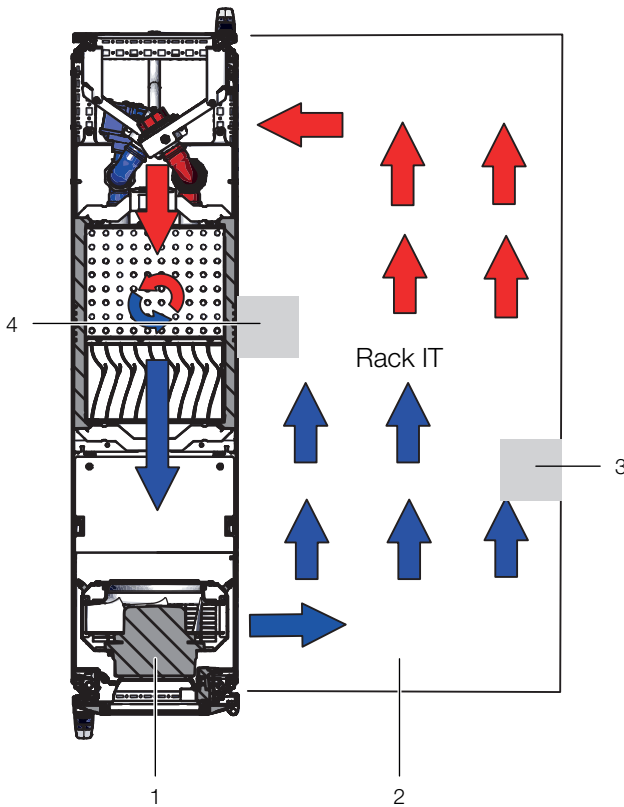

Imagen 34: Disposición de las tiras de gomaespuma en equipos expuestos al flujo por los laterales (vista desde arriba) – LCP Rack
- Si en el rack se encuentran varios equipos expuestos, corte varios trozos de la tira, de forma que a la altura de cada uno de los equipos, a izquierda o derecha del rack, se encuentre una de las perforaciones en la tira. Asegúrate de que no haya ninguna perforación en el lado del aire caliente de los equipos (imagen 34, pos. 3).
- Fija estas tiras de gomaespuma desplazadas hacia atrás sobre el lado de aire frío del equipo (imagen 34, pos.4). La colocación de las tiras no debe impedir la absorción de aire frío por parte de los ventiladores instalados en los equipos. Controle que ningún ventilador se encuentre cubierto.
Las tiras de gomaespuma pueden colocarse entre los montantes frontales y posteriores del rack en toda la profundidad junto a los equipos expuestos al flujo por los laterales (imagen 34).